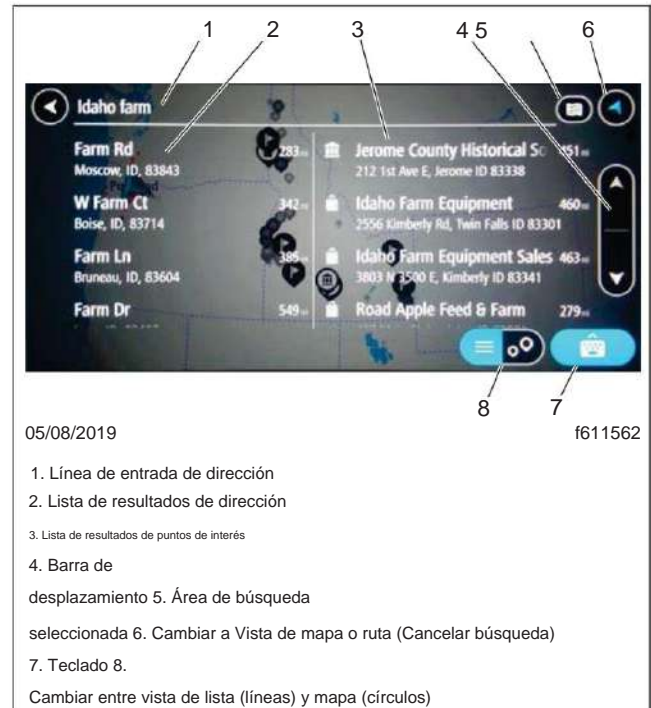

Fig. 7.4, Introducción de un destino - ICC5
3. Introduzca la dirección deseada, consulte la Fig. 7.4.